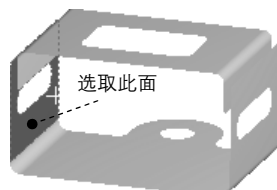

图 7.6.54 定义目标面
(3) 定义目标面。选取图 7.6.54 所示的面为目标面参考，单击 **Target** 文本框后的 **Apply** 按钮，然后在定义接触参数对话框中的 **Target Shell Face** 下拉列表中选择 **Top** 选项，完成目标面定义。